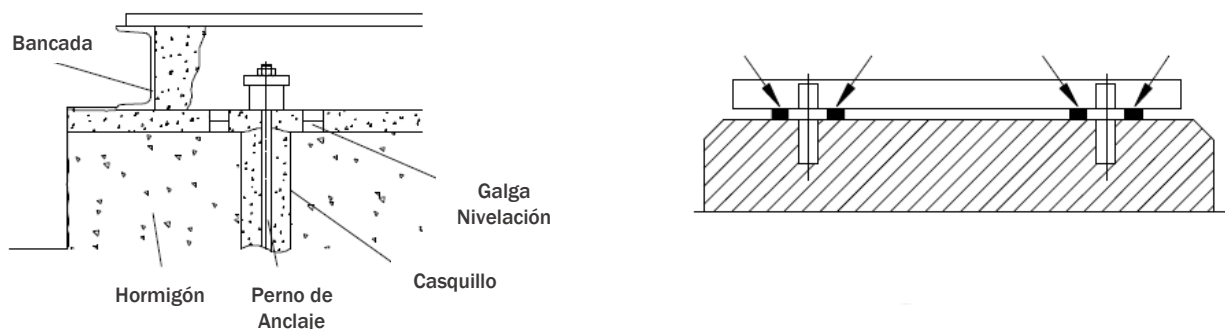

Fig. 2. Fundación, bancada and ajuste de galgas
- Coloque el surtidor sobre el hormigón preparado anteriormente y, añadiendo o quitando las galgas de nivelación bajo la bancada, alinee la brida de impulsión horizontalmente utilizando un nivelador, como se muestra en la **Fig. 2**. Asegúrese de que esté completamente horizontal.